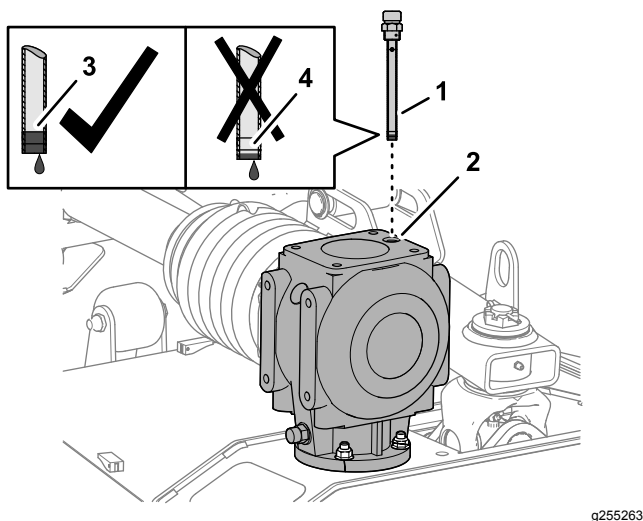

Figura 52
1. Retire a vareta da porta da vareta na parte de cima da caixa de velocidades central (**Figura 51** ou **Figura 52**).
- Verifique o nível do fluido indicado na vareta (Figura 51 ou Figura 52).
- Enrosque a vareta na porta de enchimento e aperte a vareta (Figura 51 ou Figura 52).